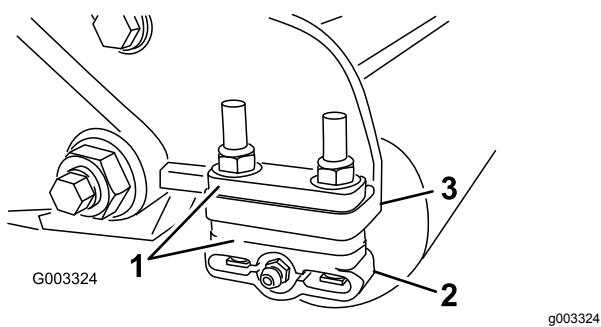

Bild 12
1. Legen Sie die benötigte Anzahl von Distanzstücken unter den Montageflansch der Seitenplatte (Bild 12), um die Halterungen der Heckrolle (Bild 12) auf die gewünschte Schnitthöhe einzustellen, siehe Schnitthöhentabelle.